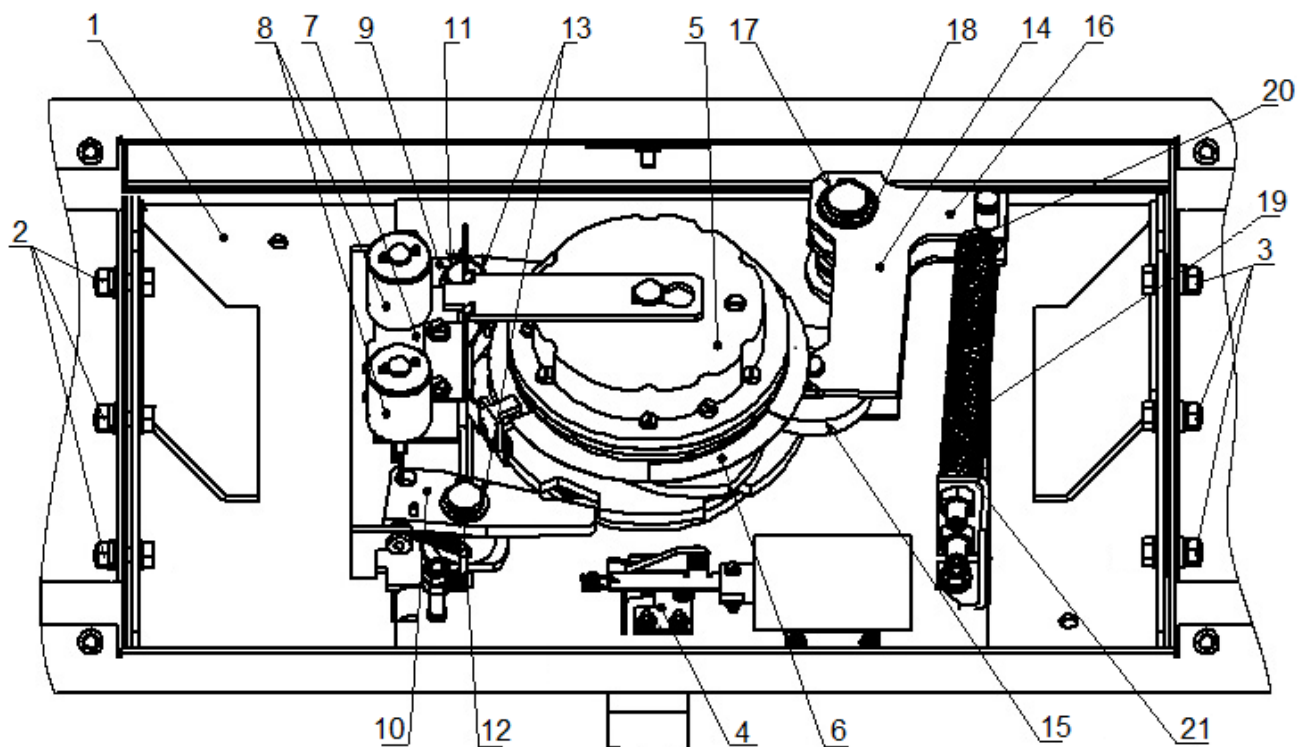

Рисунок 24. Узел вращения преграждающих планок турникета.
4. Снимите основную крышку (2) турникета в порядке, указанном в разд. 6, и положите ее на ровную устойчивую поверхность.
6. Осмотрите узел вращения преграждающих планок турникета (см. рис. 24): устройство доворота (толкатель, пружины и ролик), оптические датчики поворота преграждающих планок и демпфирующее устройство.
7. Удалите чистой ветошью, смоченной спирто-бензиновой смесью, возможное загрязнение с поверхности кольца контрольного (6, рис. 24), находящегося в зазоре оптических датчиков поворота преграждающих планок.
- смазкой **Chain and Rope Lube Spray - WEICON** оси вращения рычага толкателя (17, рис. 24) ролика (15, рис. 24) и стопоров (11, 12, рис. 24);
- смазкой **Chain and Rope Lube Spray - WEICON** детали механизма аварийного открытия прохода (4, рис. 24);
- смазкой **ШРУС-4** точки крепления пружин доворота (20, 21, рис. 24).
12. Проверьте крепление преграждающих планок (5) в шарнирных узлах турникета и, при необходимости, подтяните крепежные винты.
15. Установите на место основную крышку (2) в порядке, обратном снятию, и зафиксируйте ее ключом.